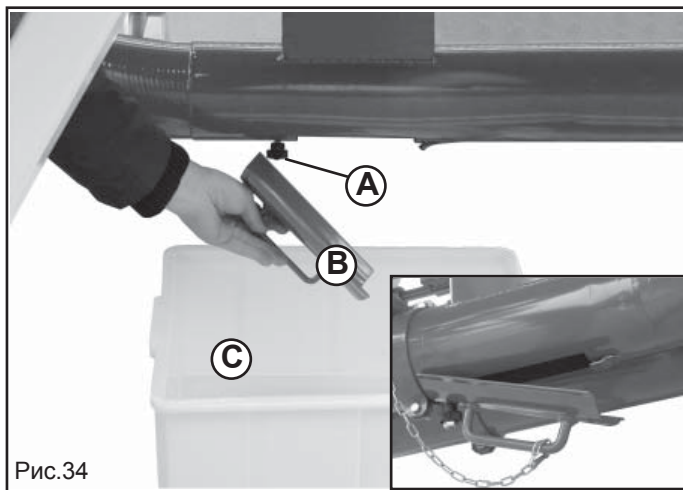

Рис.34
- Ослабьте круглые ручки (А, Рис.34) и выньте задвижки (В).
- Установите бак для сбора семян под выгрузкой (С, Рис.34).